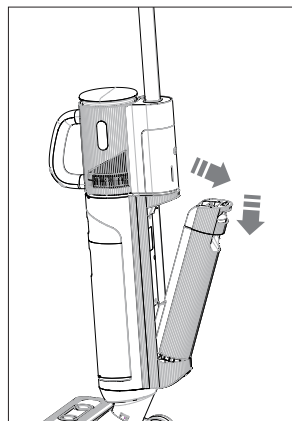

Fig. 6 – Rimozione del serbatoio dell'acqua
- ▶ Afferrare l'impugnatura incassata del serbatoio dell'acqua pulita (14) e premere verso il basso il tasto di sblocco del serbatoio dell'acqua pulita (15).
- ▶ Estrarre il serbatoio dell'acqua pulita dal corpo dell'apparecchio (vedere Fig. 6).